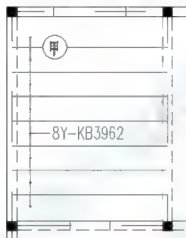

图 5.30 标出配板编号
(1) 启动绘制【圆】命令(快捷键C)。
① 在指定圆的圆心或[三点(3P)/两点(2P)/相切、相切、半径(R)]:提示下,在房间左上角适当的位置单击使其作为圆的圆心。
② 在指定圆的半径或[直径(D)]:提示下,输入“300”后按Enter键结束命令。这样就绘制了圆心在指定位置,半径为300mm的圆。
(2) 用【单行文字】或【多行文字】命令在圆圈内标出配板编号“甲”,字高500mm。
(3) 用【修剪】命令,以圆为边界修剪掉和圆相重合的楼板线,结果如图5.30所示。